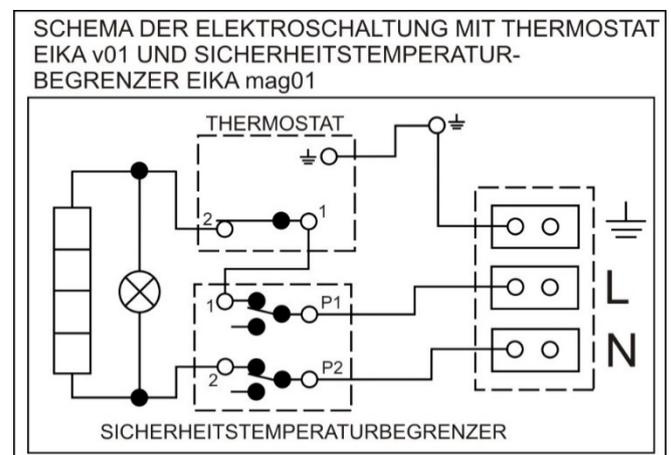

Abbildung 11
**Der Warmwasserbereiter und -speicher ist mit einer universellen elektrischen Heizeinheit** mit stabiler oder wählbarer Leistung der Heizkörper auszustatten. Der Heizkörper besteht aus einem Flansch, an dem eine oder drei Tauchhülsen für keramische Heizkörper sowie eine Tauchhülse für die Fühler der Regelung (siehe Abbildung 9, Abbildung 10, Abbildung 11) angeschweißt sind. Diese Einheit ist mittels 12 Schrauben M12 mit Abstand 210 mm befestigt. Unter der Abdeckung der Elektroinstallation befinden sich der Betriebs- und Sicherheitsthermostat, die Kontrollleuchte des Betriebs des Warmwasserbereiters sowie die Tülle für das Zuleitungskabel.